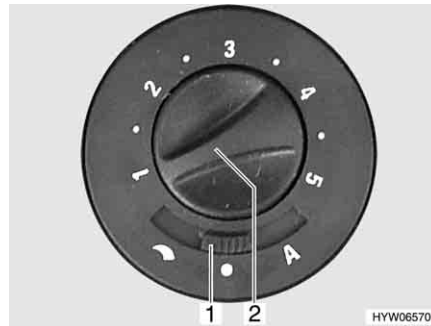

Fig. 127 Commutateur de commande du ventilateur à air pulsé
- Régler l'interrupteur à curseur (Fig. 127,1) sur "☾" (réglage manuel) ou "A" (mode automatique).
- Régler (réglage manuel) ou limiter (mode automatique) la puissance désirée du ventilateur à air pulsé à l'aide du bouton de commande (Fig. 127,2).
- Régler l'interrupteur à curseur (Fig. 127,1) sur "●" (arrêt).